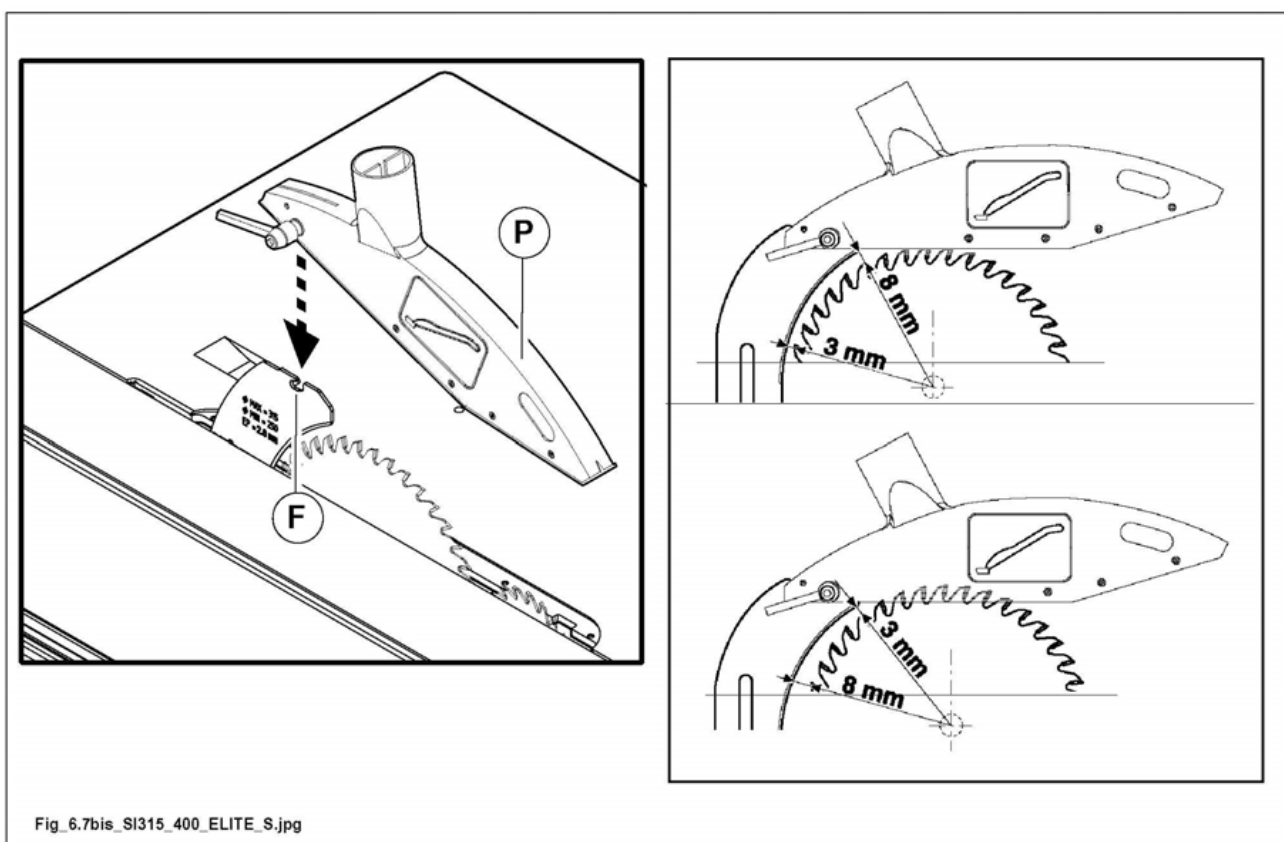

Abb. 6.7A
- die Position des Spaltkeils so einstellen (siehe Abschn. 6.1), dass sein Abstand vom Sägeblatt zwischen 3 und 8 mm liegt (siehe Beispiel Abb. 6.7A).